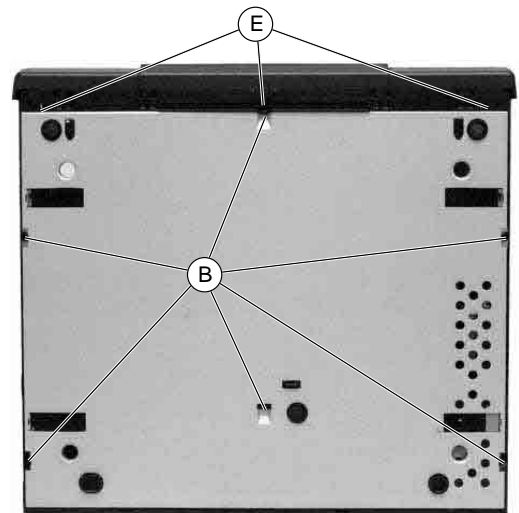
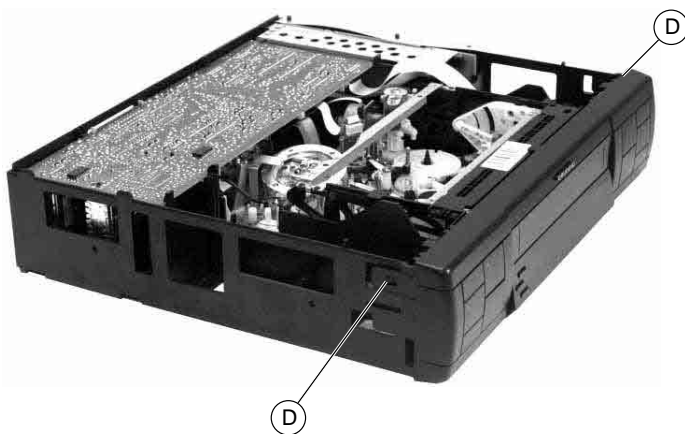

Fig. 2
Fig. 3
- Rastnasen (B) lösen (Fig. 2) und Bodenblech abnehmen.
- Rasthaken (D) (Fig. 3) sowie Rasthaken (E) (Fig. 2) lösen und Frontblende abnehmen.
- Release the locking lugs (B) (Fig. 2) and remove the bottom panel.
- Release the locking catches (D) (Fig. 3) and catches (E) (Fig. 2) and remove the front panel.